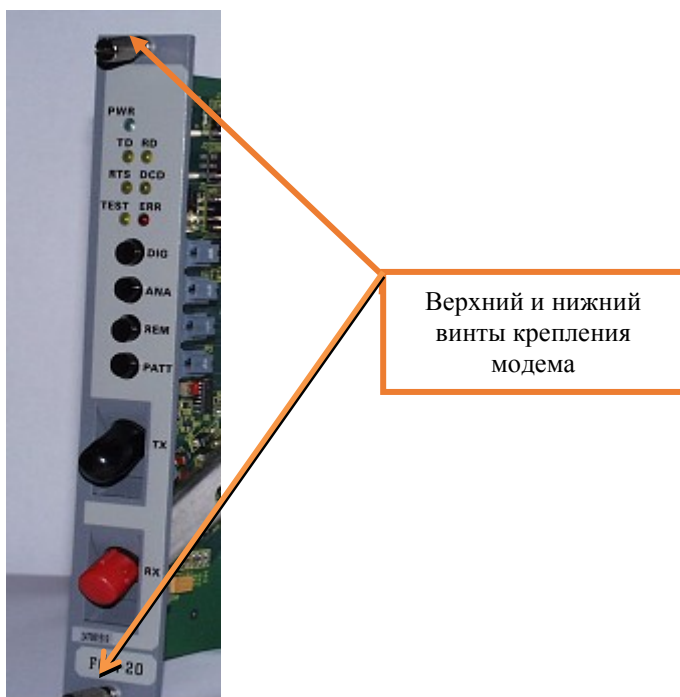

Рисунок 10. Крепление модема в модемной полке.
7.2.4 Отвернуть винты крепления модема в модемной полке шлицевой отверткой (Рисунок 10).